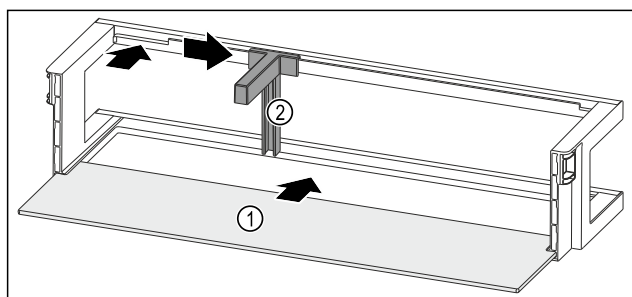

Fig. 190 Balconnet de contre-porte avec tablette de rangement
- Insérer la tablette de rangement Fig. 190 (1) dans les évidements latéraux.
- Insérer le range-bouteilles Fig. 190 (2) dans l'évidement.
- Pousser le range-bouteilles Fig. 190 (2) sur le côté en position souhaitée.